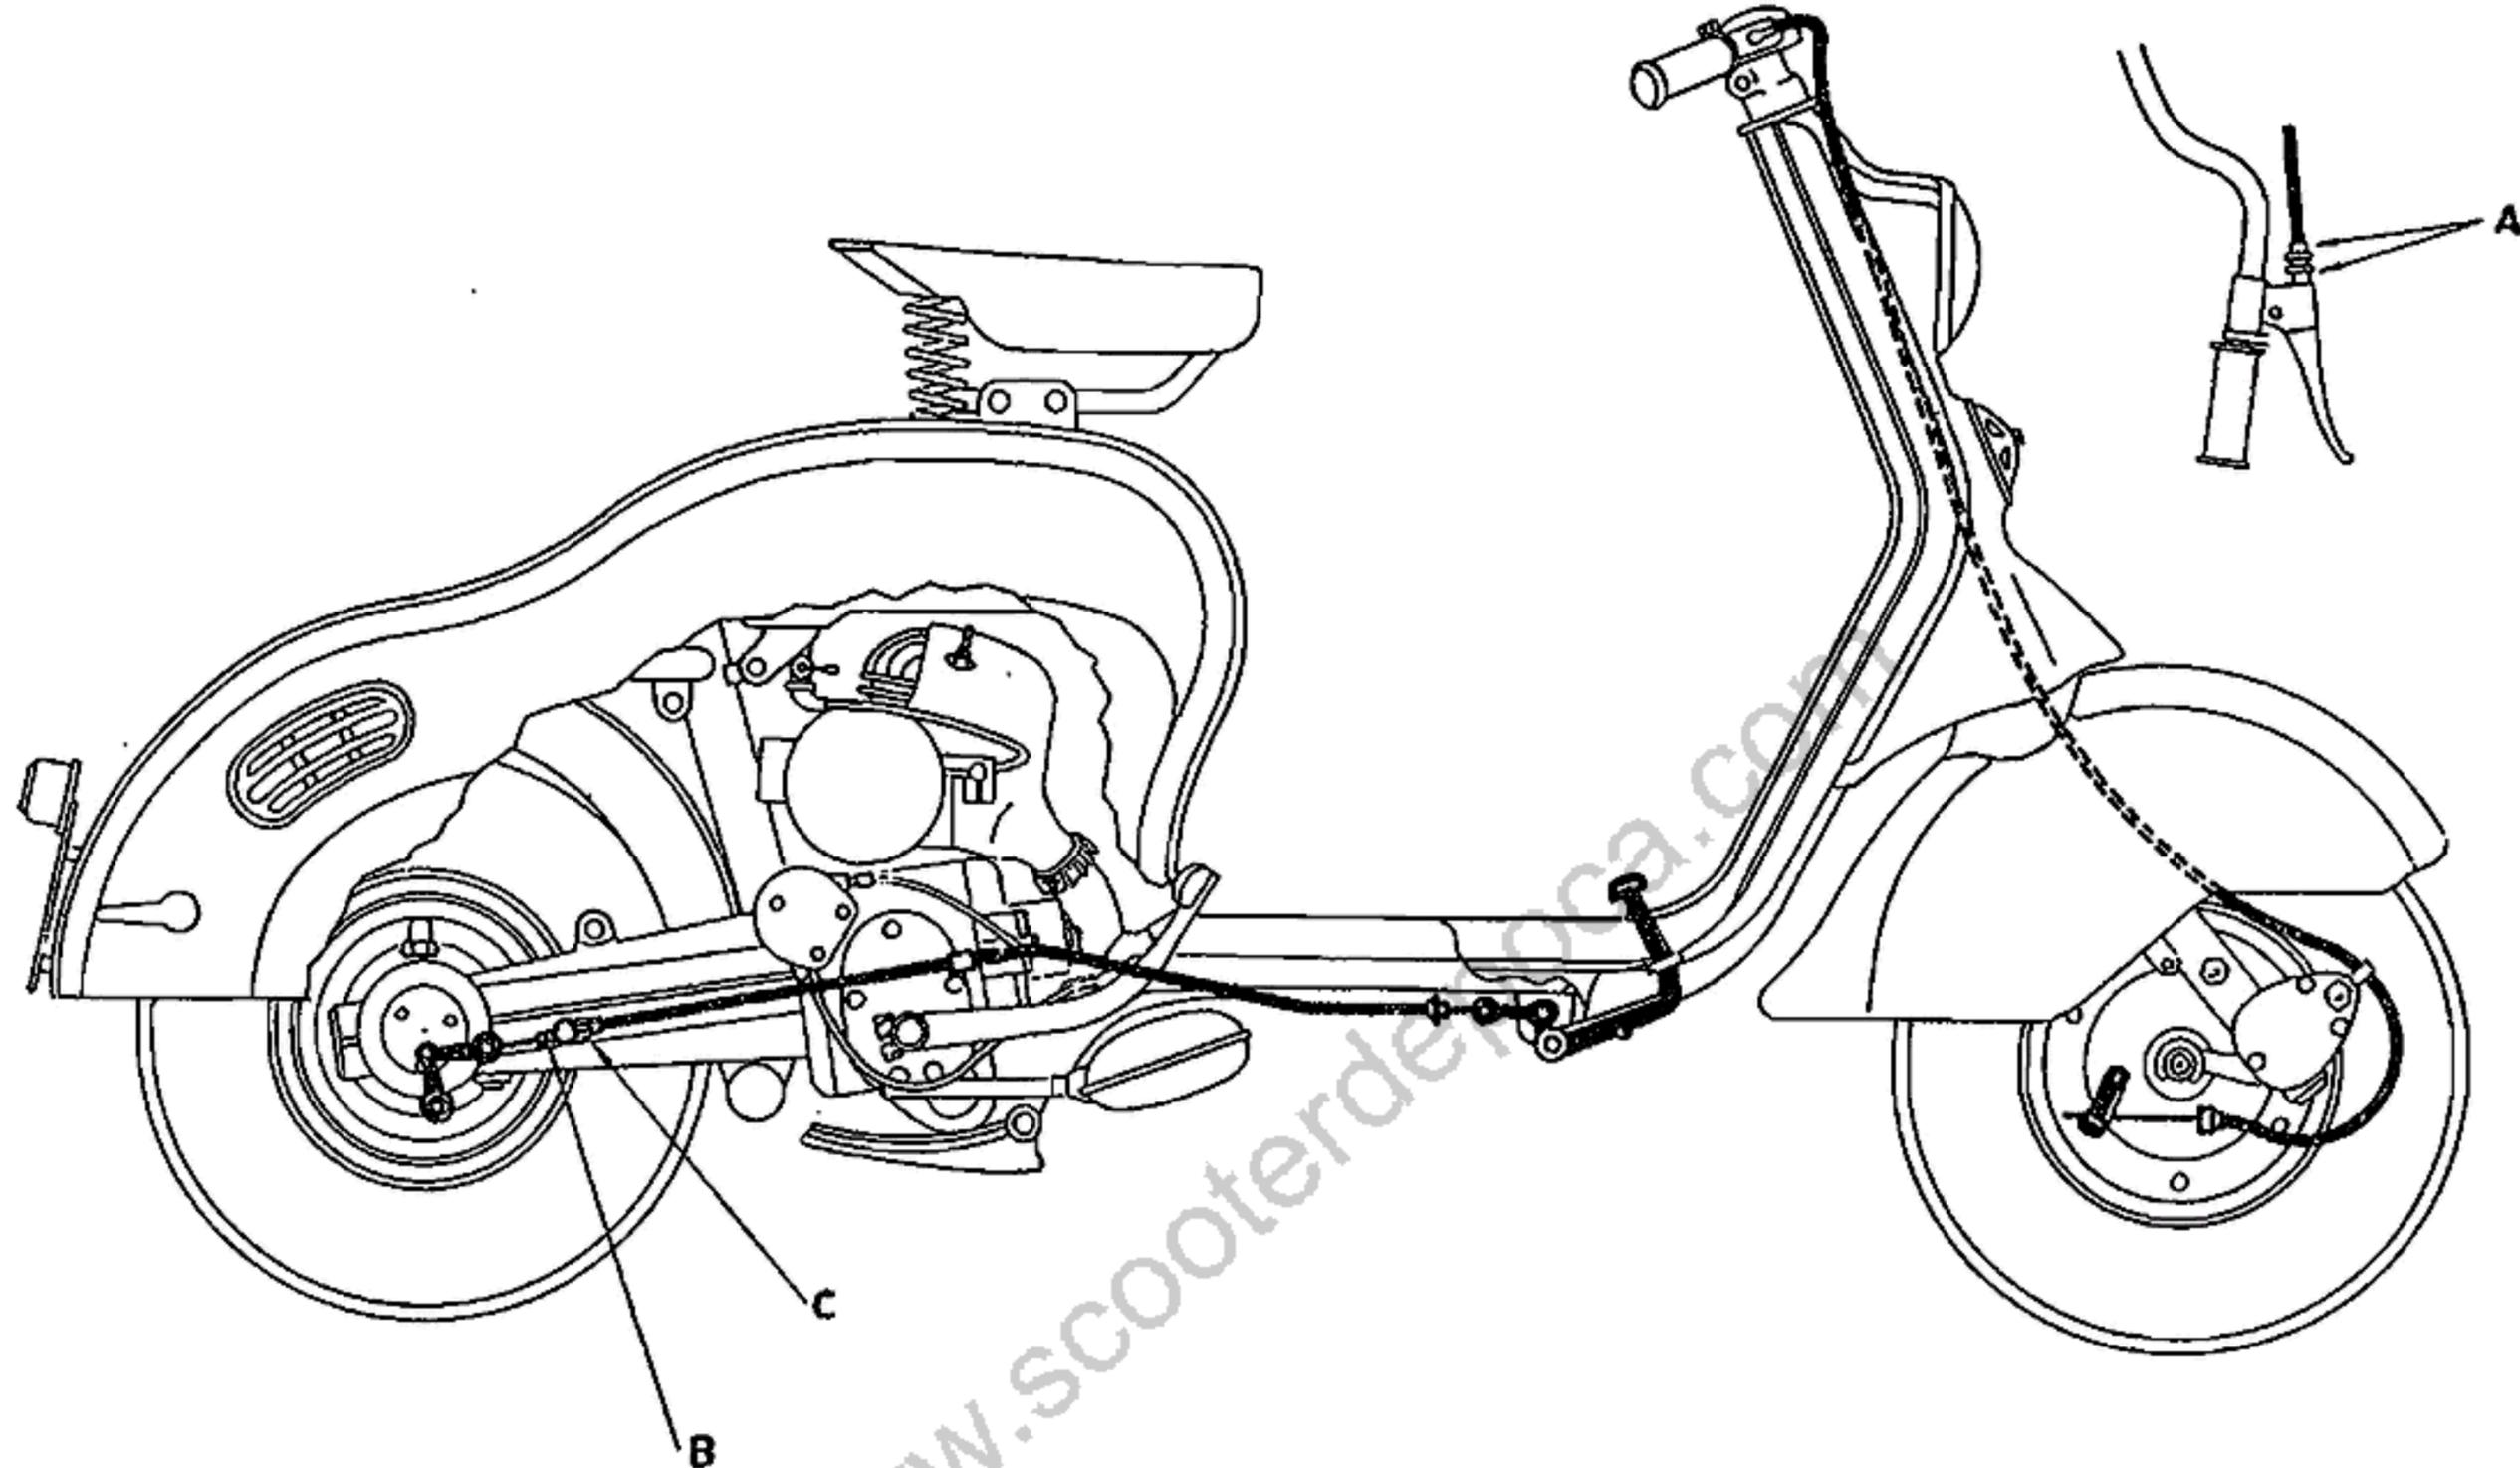

Fig. 8
Ad espansione, con trasmissione flessibile comandata a mano sulla ruota anteriore e comandata a pedale sulla ruota posteriore (Vedi dispositivi di registrazione fig. 8).
Per la loro registrazione, allo scopo di graduare l'azione frenante, regolare opportunamente i relativi registri (fig. 8). Per il freno anteriore regolare i dadi A sul manubrio, per quello posteriore regolare il manicotto (B) ed il dado (C), all'estremità del cavo.